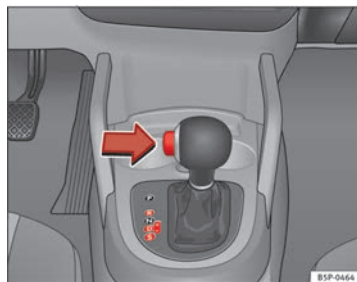

Fig. 147 Conduite
- Appuyez sur le bouton du pommeau (situé sur la partie gauche de celui-ci) ⇒ fig. 147.